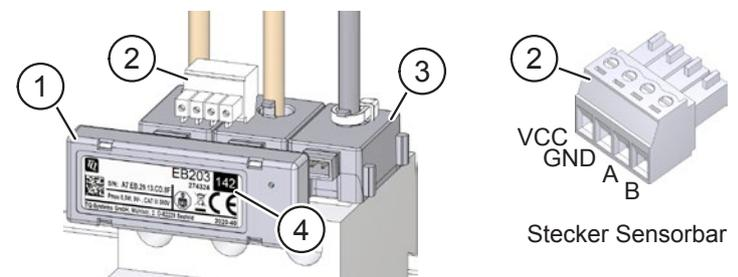

Abb. 5: Sensorbar auf Stromsensoren stecken
- ▶ Verbinden Sie die Stecker der Sensorbars und des Energy Manager mit dem Standard-Kabel 2466C. Abb. 4 / Abb. 5 zeigt die Aderzuordnung.
- ▶ Stecken Sie die Sensorbar (Pos. 1 in Abb. 5) auf die verketteten Stromsensoren (Pos. 3 in Abb. 5) und den Sensorbar Stecker (Pos. 2 in Abb. 5).
- ▶ Beachten Sie, dass alle miteinander verbundenen Sensorbars unterschiedliche Adressen (Pos. 4 in Abb. 5) aufweisen müssen.